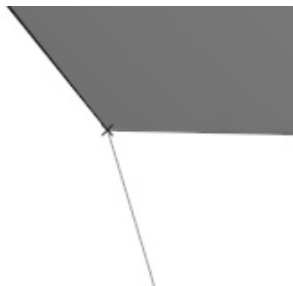

图 7-95 固定点
② **固定点**: 完全约束不能移动的点, 如曲线的交点, 用交叉曲线段  表示, 如图 7-95 所示。如果需要移动固定点, 需要同时按住 Shift 键。